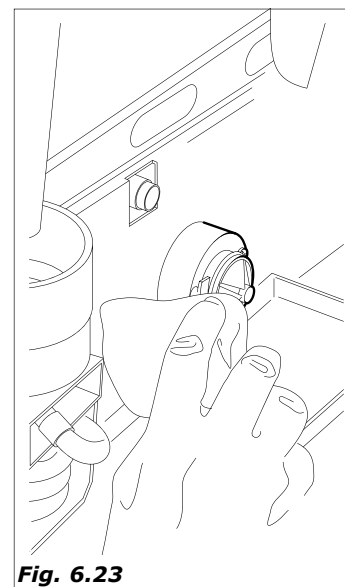

Fig. 6.23
- con un trapo humedecido, (en la solución), limpiar la base de las batidoras (Fig.6.23)